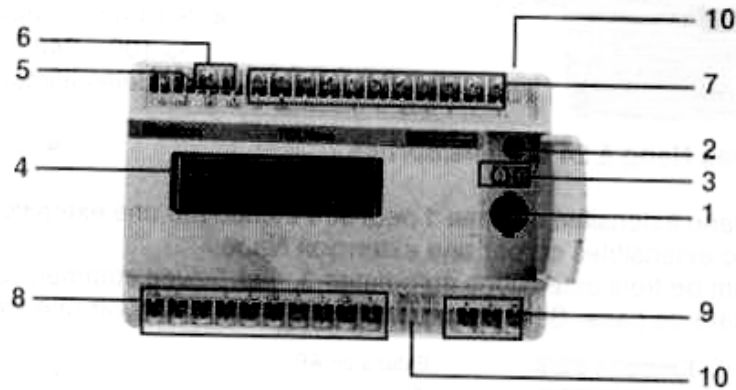

Figure 1-3 : automate monobloc
**Exemple 1** : automate monobloc (voir figure 1-3)